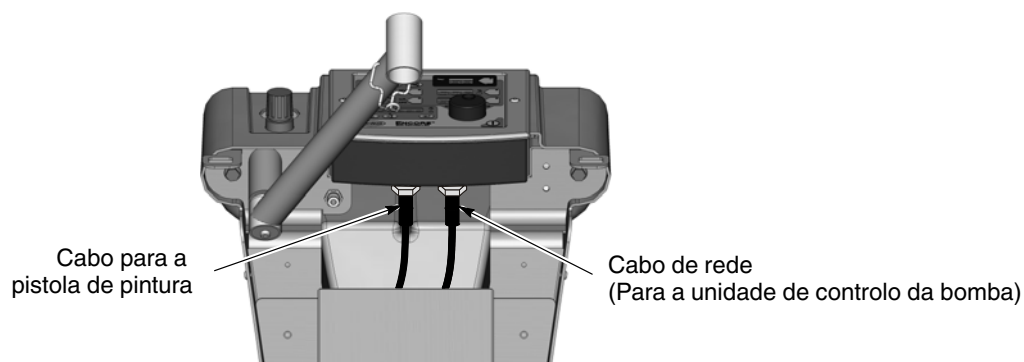

Figura 3-4 Ligação do cabo da pistola de pintura ao controlador do sistema - sistema móvel ilustrado
1. Sistema móvel: Consulte a figura 3-4. Enfie o cabo da pistola para pintura na parte traseira da torre do carro e para acima através da parte dianteira superior. Isto permitirá ao utilizador atar o cabo juntamente com os tubos de ar de padrão e de lavagem de eléctrodos.